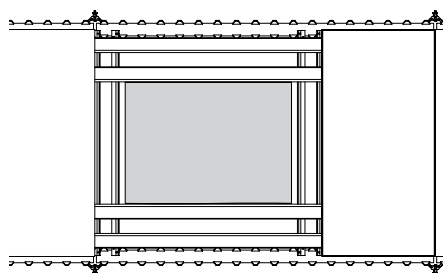

Fig. A5.05
- horizontalmente, transversal à viga de extremidade SRT suspensa. (Fig. A5.05 + A5.06)